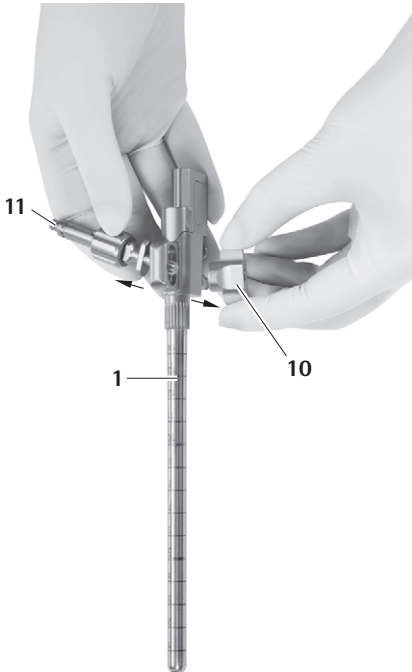

Abb. 13
- ▶ Haltearmadapter **11** entfernen, siehe Abb. 13.